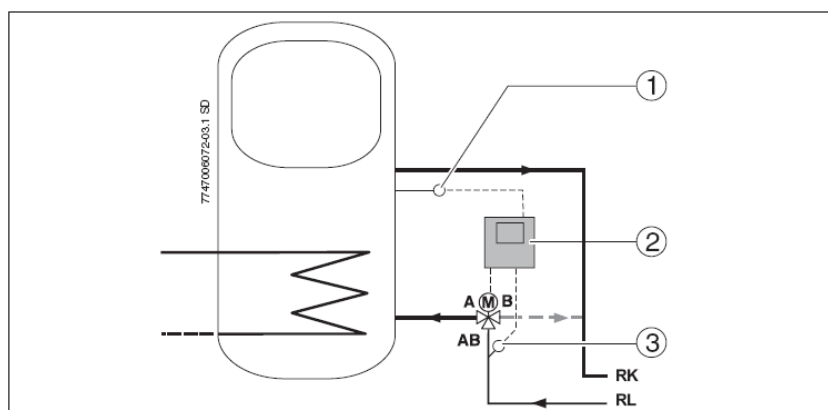

Рис. 4 Монтажная схема для поднятия температуры в обратном трубопроводе при использовании комбинированного гелиобойлера (справа)
Обратите внимание на маркировку мест подключения 3-х-ходового клапана. На Рис. 4 представлен клапан, который при снятом электрическом напряжении открывает проход от АВ к В. Как только достигается заданная разность температур, клапан переключает поток с АВ на А.
- Трёхходовой клапан следует монтировать в обратный трубопровод между буферным объёмом гелиобойлера (→ Рис. 4, Поз.1) и отопительным котлом.